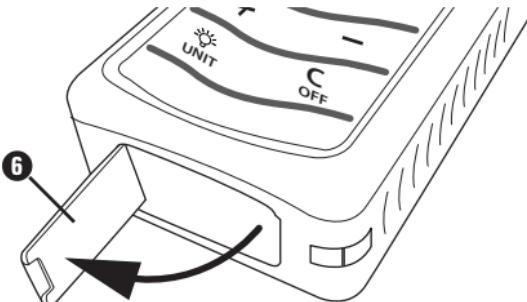

Abb. 2
- ◆ Klappen Sie den Winkelanschlag ⑥, wie in der Abbildung 2 dargestellt, aus.